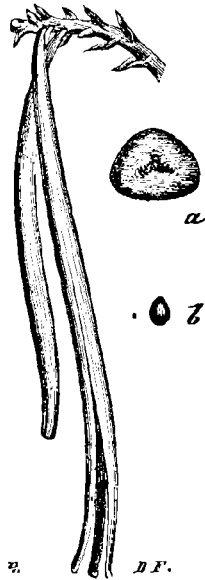

Fig. 205. Fruit du vanillier.
**Origine.** — La vanille est le fruit de diverses plantes originaires du Mexique et qu'on rencontre dans les plantations de caféiers. A la maturité, ce fruit est une gousse triangulaire de 20 cm. de long, de la grosseur du doigt, à deux valves inégales s'ouvrant longitudinalement (fig. 205).